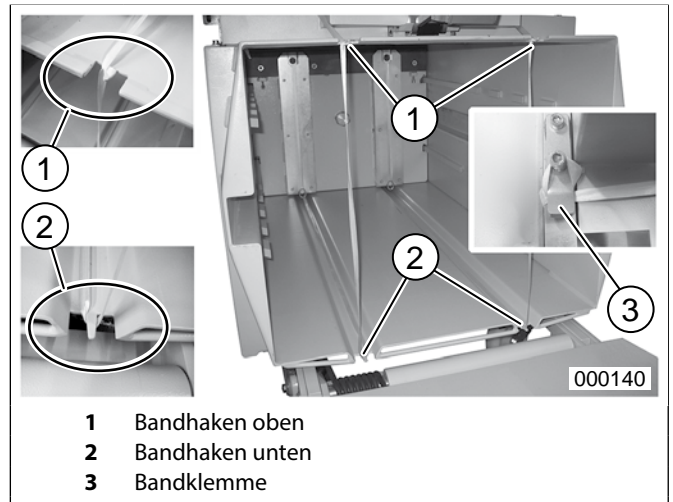

Abb.21 Auslegen der Bänder für neuen Ballen
5. Die am Verdichtergehäuse festgeklemmten Band-Enden (Abb. 21/3) lösen, mit dem jeweils herausgezogenen Band fest verknoten (Abb. 17) und das Band hinter dem Knoten mit einer Schere durchschneiden.
3. Bänder ca. eine Klappenlänge weit herausziehen, die Band-Enden über die Bandhaken (Abb.21/1+2) von innen durch die Einfüllöffnung hin zu den Bandklemmern (Abb.21/3) führen und dort durch zweimaliges Umwickeln befestigen.